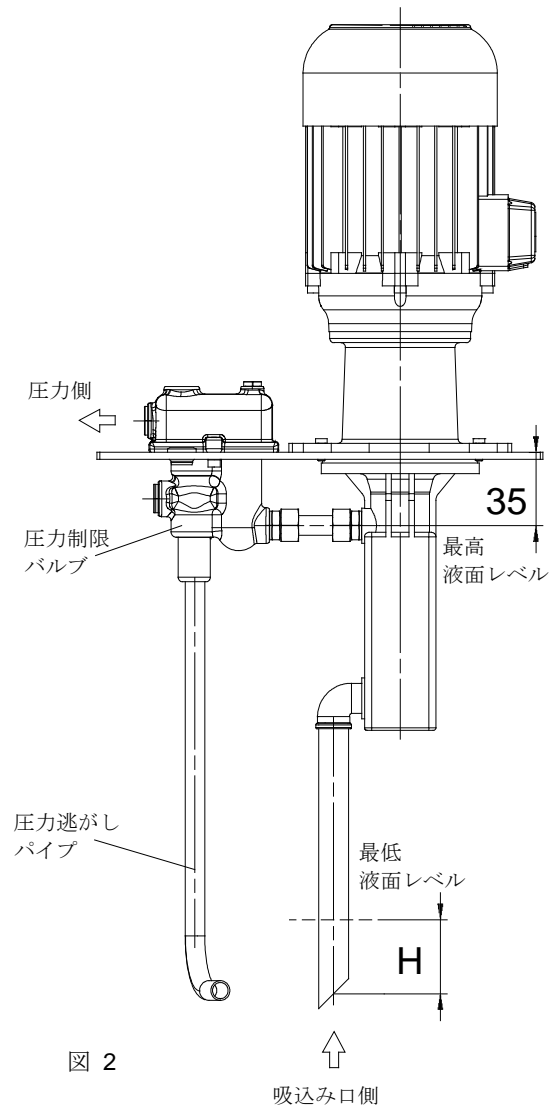

図 2
- オプション G4 の場合逃がし配管は背圧なしに (図 2 を参照) 大気解放状態でタンクに戻します。決してパイプを閉じないようお願いします。